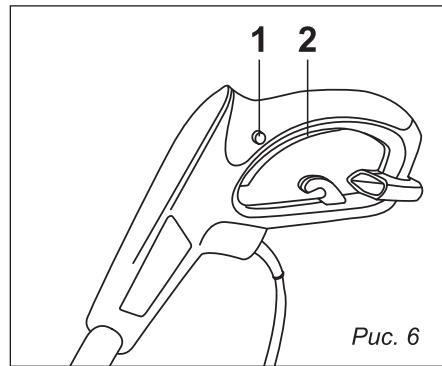

Рис. 6
8.1. Включение устройства (рис.6)
2. Нажмите на выключатель (2), чтобы запустить устройство (рис. 6), затем отпустите кнопку блокировки.
3. Отпустите выключатель хода/останова (2), чтобы выключить устройство.